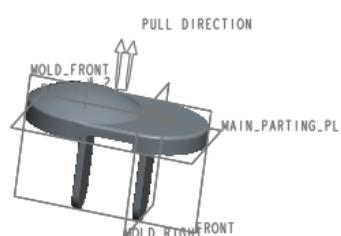

图 13.3 参考件组装完成后
(3) 指定第三个约束。单击 字符, 在“约束类型”下拉列表中选择 重合, 选取参考件的 FRONT 基准平面为元件参考, 选取装配体的 MOLD_FRONT 基准平面为组件参考。
(4) 至此, 约束定义完成, 在操控板中单击 按钮, 系统自动弹出“创建参考模型”对话框, 单击 按钮, 完成后的结果如图 13.3 所示。